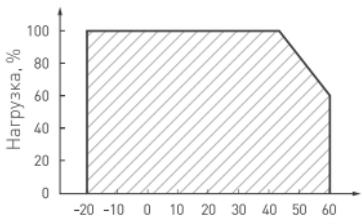

Рис. 1. Максимальная допустимая нагрузка, % от мощности источника
- 4.3. Не нагружайте источник питания более 80 % от его максимальной мощности. Учитывайте, что с повышением температуры окружающей среды максимальная мощность источника питания снижается, см. график зависимости на рис. 1.